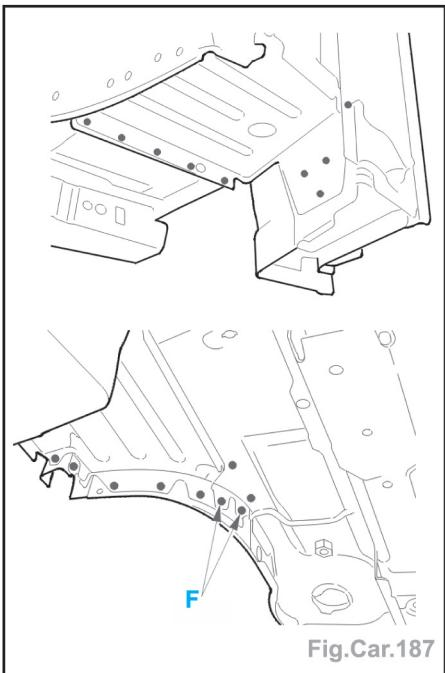

Fig.Car.187
- Souder par points électriques et par points bouchons (suivant F) (Fig.Car.187).